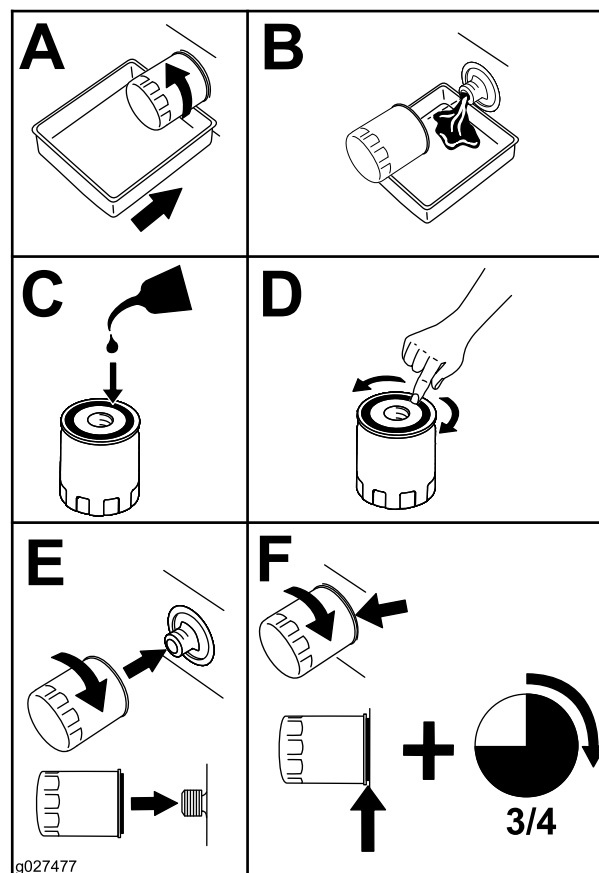

Figure 57
2. Remplacez le filtre à huile moteur (Figure 57).